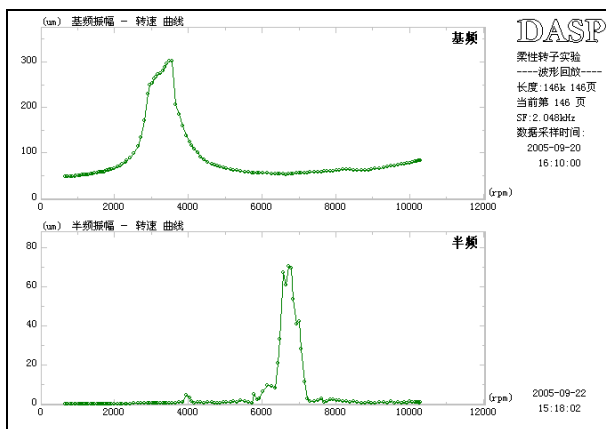

图 1.9 幅值—转速分析
- 6 幅值曲线：可进行转轴振动位移信号的幅值—转速曲线，包括基频幅值—转速曲线和半频幅值—转速曲线，在转子的升速或降速过程中，进行幅值曲线的测量，可以分别反映转子振动基频幅值和半频幅值与转速的关系，并可以准确方便地确定临界转速的大小和发生油膜振荡的转速范围，如图 1.9 为转速升速过程中